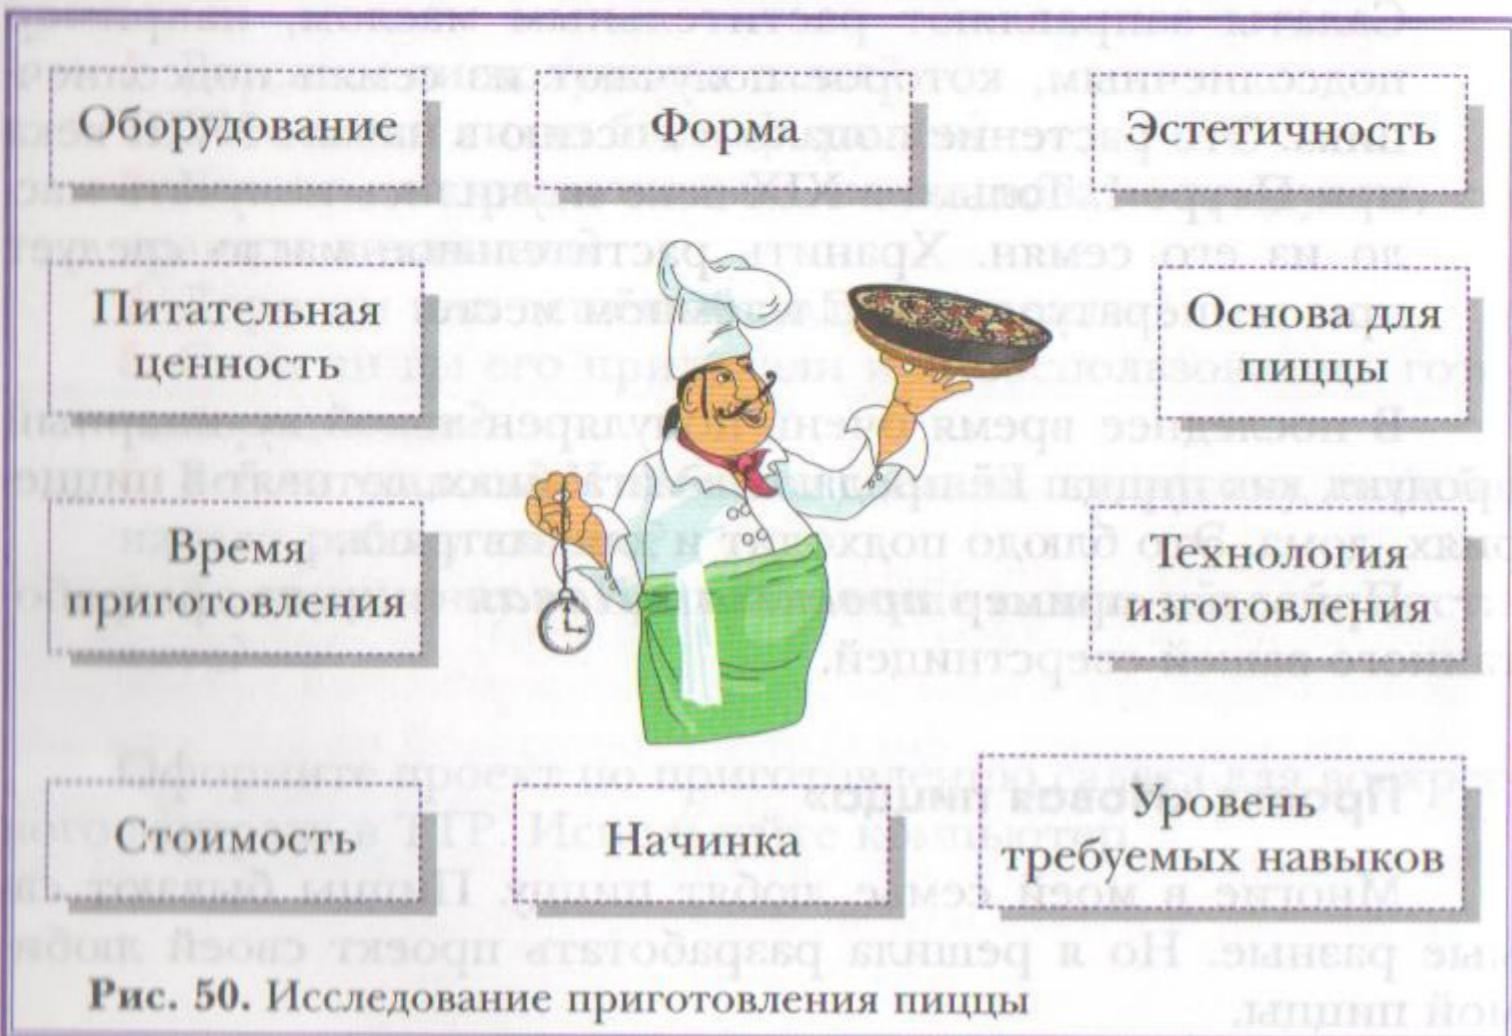

Рис. 50. Исследование приготовления пиццы
■ Исследование и анализ проблемы (рис. 50)